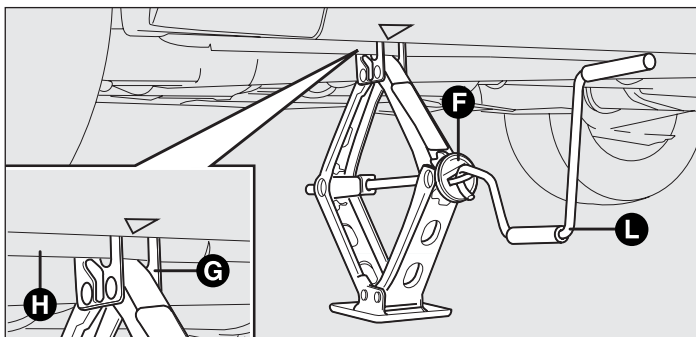

рис. 147
- с помощью приспособления F – рис. 147 распрямите домкрат таким образом, чтобы его верхняя часть G вошла в фиксатор H;
- ❑ с помощью рукоятки L- рис. 147 опустите автомобиль и уберите домкрат;